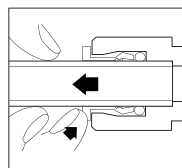

Fig.3
- ▶ Para remover, empurre o colar e puxe o tubo (Fig. 3).